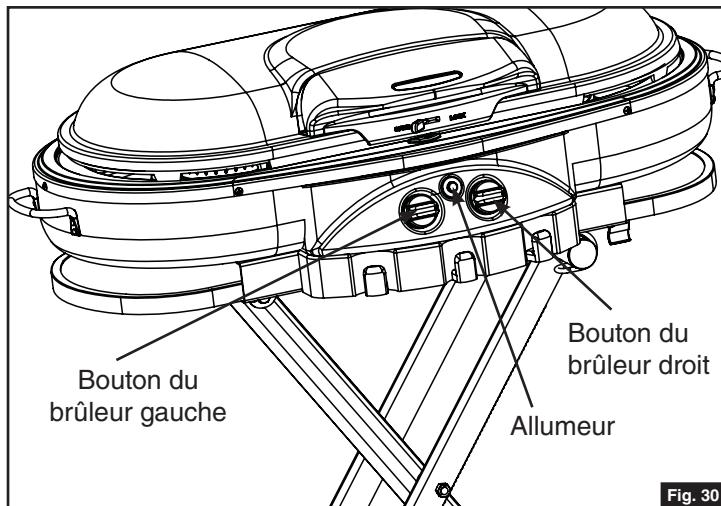

Fig. 30
1. Enfoncer et tourner la commande à HIGH/LIGHT (grand feu/allumage) et presser l'allumeur coup sur coup jusqu'à ce que le brûleur s'allume. (Fig. 30 et 31)